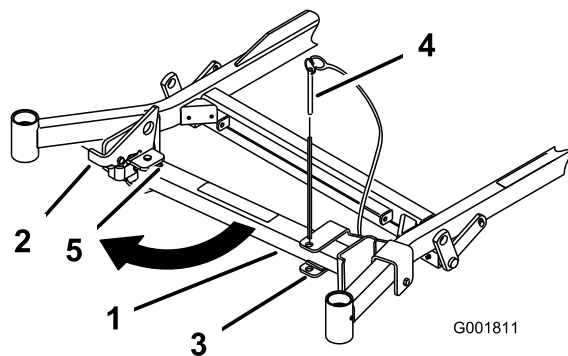
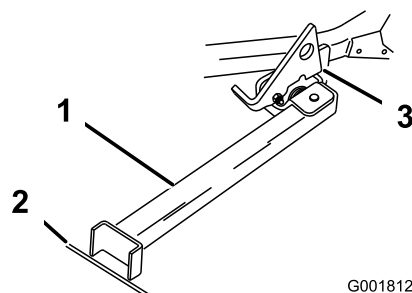

Figura 47
Figura 48
2. Retire o pino do suporte (Figura 47).
4. Rode o pé do apoio e deslize-o em direção à máquina, no fundo da ranhura (Figura 47 e Figura 48).
5. Coloque o pé do apoio no terreno e pouse o trinco na patilha rotativa (Figura 48).
Nota: Para obter melhores resultados, coloque o pé do apoio nos passeios ou na relva (Figura 48).
7. Conduza a máquina para o apoio. Pare quando o trinco passar pela patilha para posição bloqueada (Figura 48).
5. Coloque novamente o apoio na posição de descanso (Figura 47).